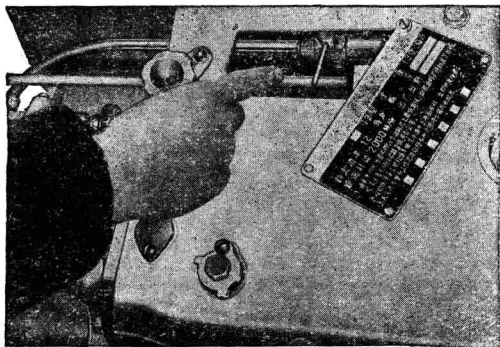

图 4 开关油箱开关处
6. 打开油箱开关，柴油即经柴油滤清器流至喷油泵(图 4)。